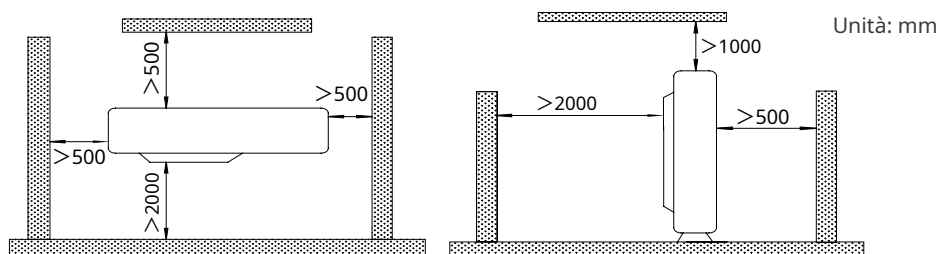

Fig.4
5. Lo spazio di installazione dell'unità deve essere quello richiesto in Fig.4.